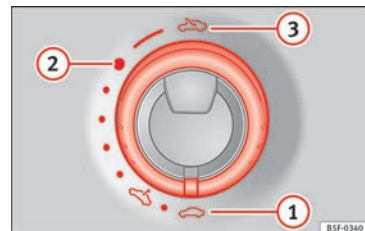

Fig. 11 En el techo interior: girar el mando para la apertura y el cierre.
- Abrir: gire el conmutador hacia la posición » fig. 11 ③.
- Posición de confort: gire el conmutador hacia la posición » » fig. 11 ②.
- Cerrar: gire el conmutador hacia la posición » » fig. 11 ①.